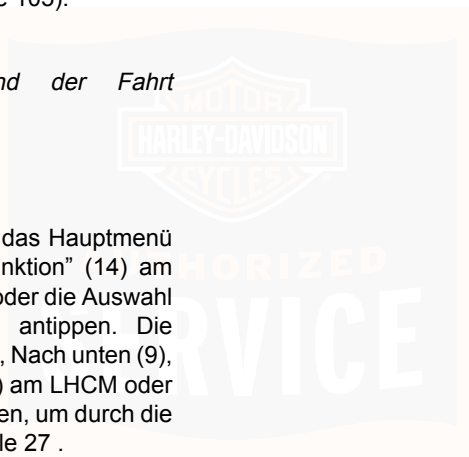

Abbildung 34. Auswahl des Hauptmenüs auf dem Bildschirm
Siehe Abbildung 32 und Abbildung 34. Um das Hauptmenü aufzurufen, die Taste „Hauptmenü/Bike-Funktion“ (14) am Linkes Handbedienmodul (LHCM) drücken oder die Auswahl des Hauptmenüs auf dem Touchscreen antippen. Die Navigationstasten Nach oben (6), Rechts (7), Nach unten (9), Links (13), OK/Eingabe (8) oder Zurück (12) am LHCM oder die Symbole auf dem Touchscreen verwenden, um durch die Menüauswahlen zu navigieren. Siehe Tabelle 27 .